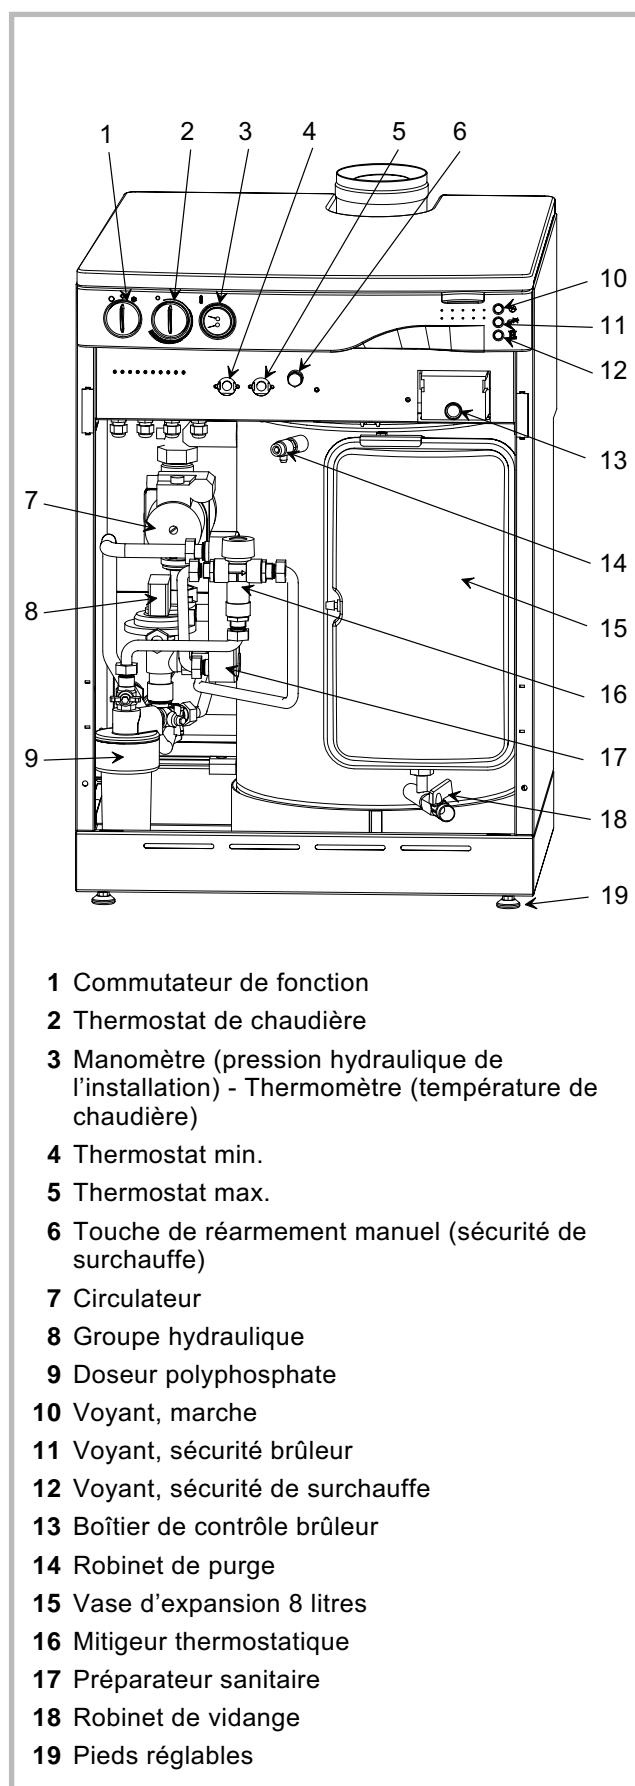

Figure 4 - Organes de l'appareil
**Le socle doit être bien ventilé** : Agir sur les pieds de la chaudière (rep. 19, fig. 4, p. 5) pour obtenir un passage d'air d'environ 15 mm entre le socle et le sol.
- Positionner la chaudière et régler les pieds (rep. 19, fig. 4, p. 5). **Rappel** : passage d'air entre socle et sol = 15 mm mini.